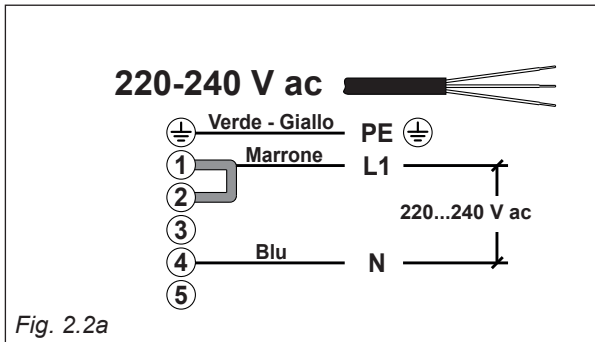

Fig. 2.2a
- Connettere i cavi di fase, neutro e di terra alla morsettiera "E" secondo lo schema di fig. 2.2a oppure 2.2b.